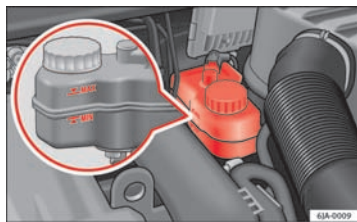

Fig. 120 Motorrum:
- Kontroller bremsevæskestanden på beholderen ⇒ Fig. 120. Standen skal altid være mellem markeringerne MIN og MAX.